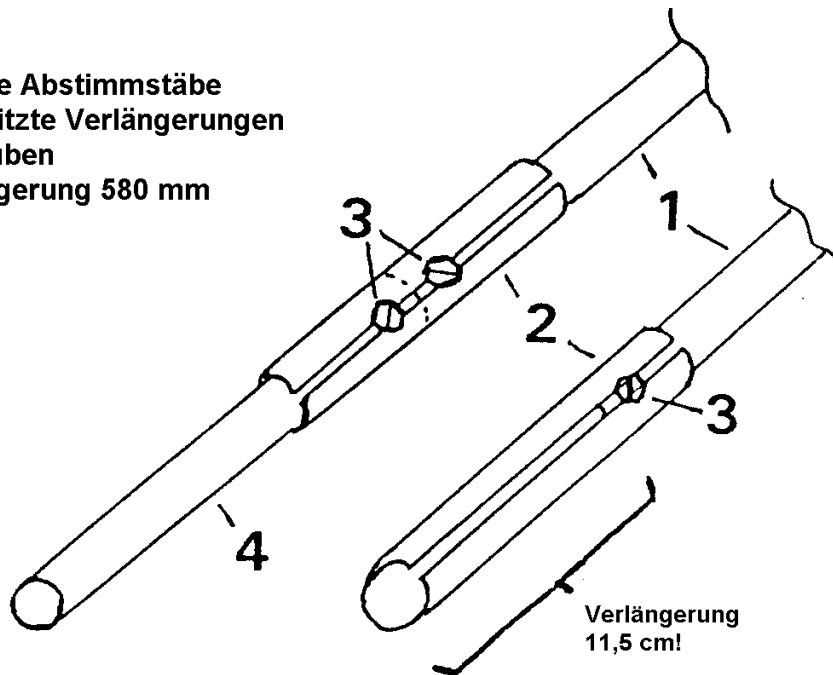

Bild 4 Montage der Verlängerungen
11. Die kurze Verlängerung mit dem Längsschlitz unten über den gegenüberliegenden Abstimmstab schieben. 11,5cm unten überstehen lassen und mit einer Schraube sichern, Bild 4.